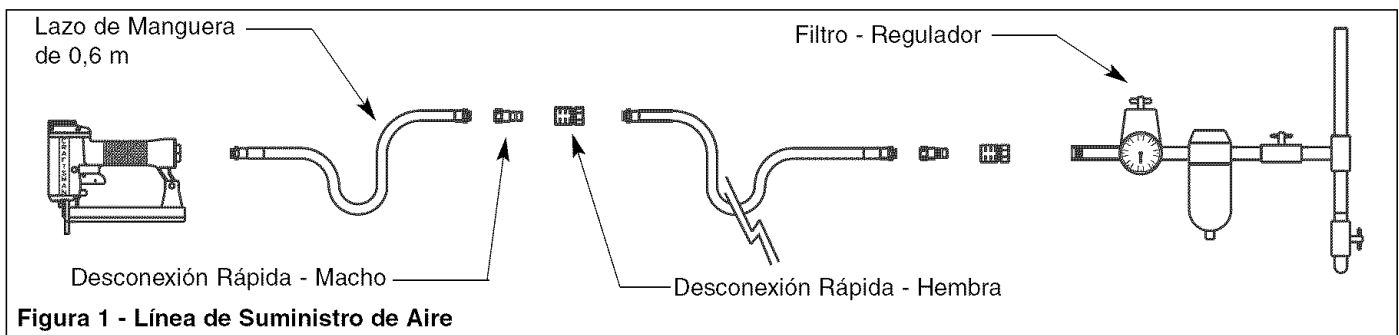

Figura 1 - Línea de Suministro de Aire
Refiérase a la Figura 1 (página 9).
- Se requiere un sistema de filtro/regulador, el cual se debe colocar tan cerca de la herramienta como sea posible (veale Figura 1, página 9). Recomendamos una distancia no mayor a 4,6 m.